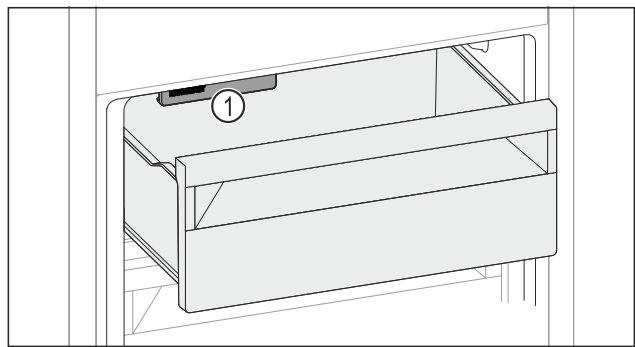

Fig. 108
- ▶ IceMaker Fig. 108 (1) berücksichtigen.